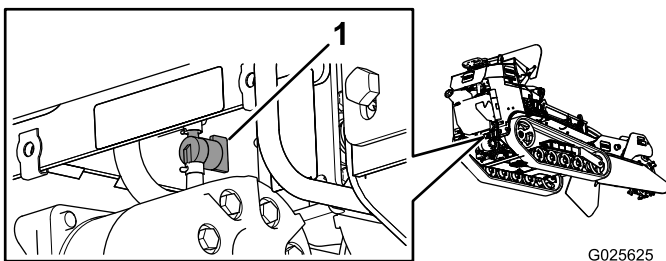

Bild 39
5. Schließen Sie den Kraftstoffhahn (Bild 39).